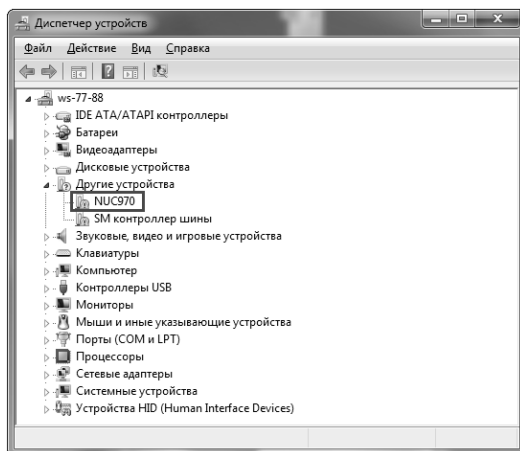

Рисунок 13 – Окно «Диспетчер устройств»
3.5.13.9 В случае использования на вашем ПК ОС Windows 7, необходимо выполнить следующие действия, нажать «Пуск» → «Панель управления» → «Диспетчер устройств». Роутер должен появиться в списке «Другие устройства» (рисунок 13).